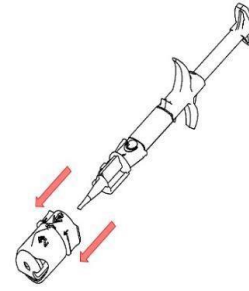

Fig. 3
7. Retire el adaptador junto con el anillo giratorio según lo indicado por '4' (Fig. 3) y deséchelo.